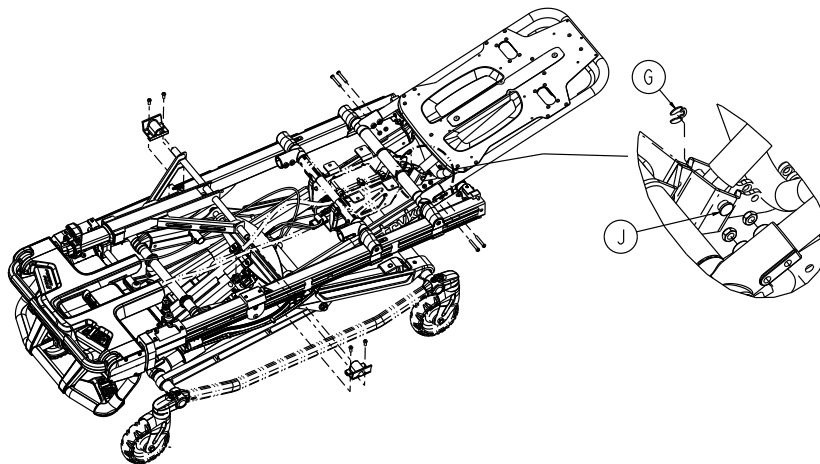

Figure 18 – Retirer le circlip et la goupille du vérin du relèvement-buste
7. À l'aide d'un petit tournevis à fente, retirer le circlip (G) et la goupille du vérin de relèvement-buste (J) qui fixent le bas du vérin pneumatique au support (Figure 18). Conserver le circlip et la goupille du vérin du relèvement-buste.